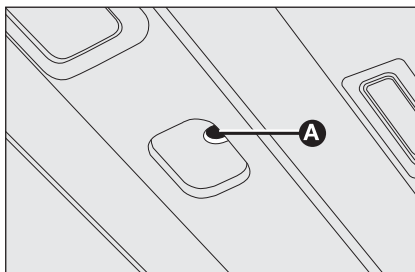

fig. 102
- introdurre nella sede **A-fig. 102** la chiave in dotazione e ruotare: